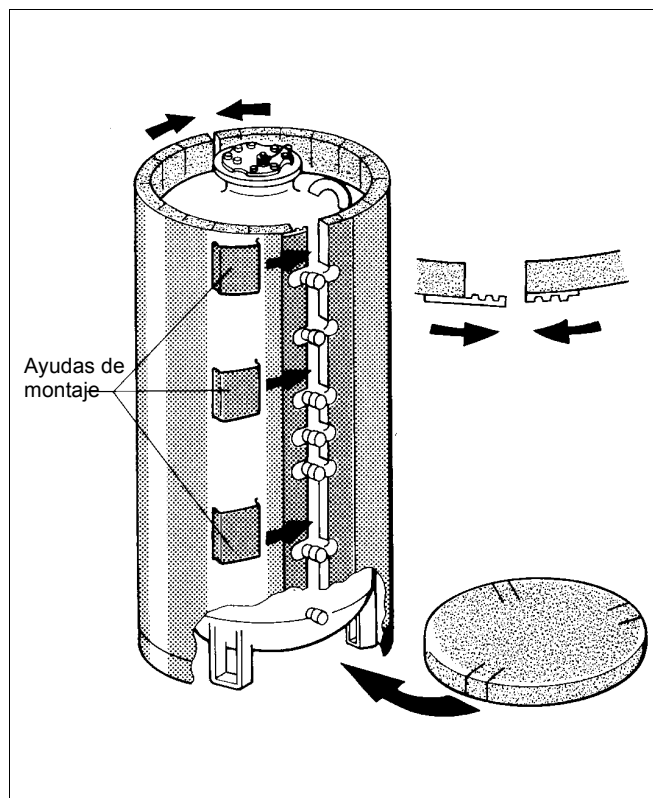

Fig. 7
- Coloque el disco calorífugo ranurado en el suelo, con las incisiones en la zona de los pies del acumulador; Fig. 7.
Cierre primero la regleta en los cables de conexión y asegúrela con las ayudas de montaje (riel en U); Fig. 7.
- Coloque la plancha de protección calorífuga alrededor del cuerpo del acumulador de tal modo, que el patrón de agujeros coincida con las conexiones, Fig. 7.